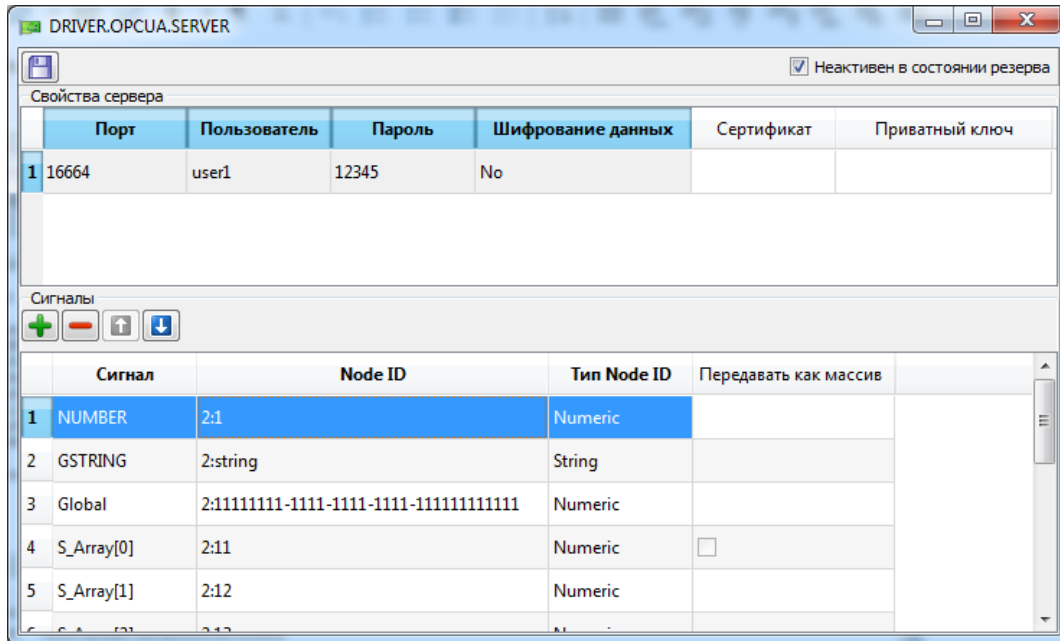

Рисунок 3.228 - Окно редактора приложения-драйвера OPCUA-сервер
3. Далее необходимо запустить редактор приложения-драйвера (см. раздел 3.2.2.4.4) и настроить таблицу кросс-коннекта. На рис. 3.228 изображено настроенное окно редактора.
поставить галочку , то данный массив будет передаваться одним пакетом (см. рис. 3.228). Если не поставить галочку, то данный элемент (нулевой элемент массива) будет считаться скалярным и передаваться, как отдельный сигнал.